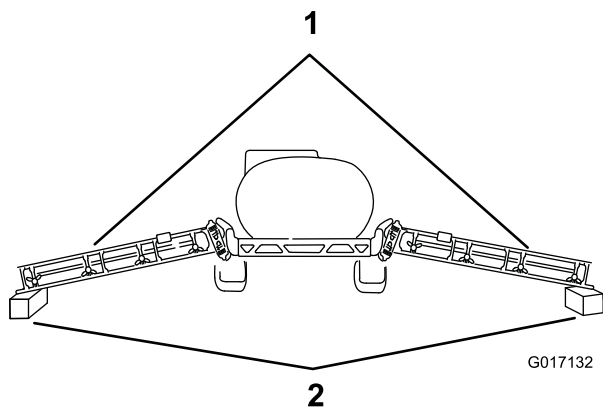

Рисунок 5
3. Осторожно опустите стрелы на деревянные блоки высотой приблизительно 10 см (Рисунок 5).